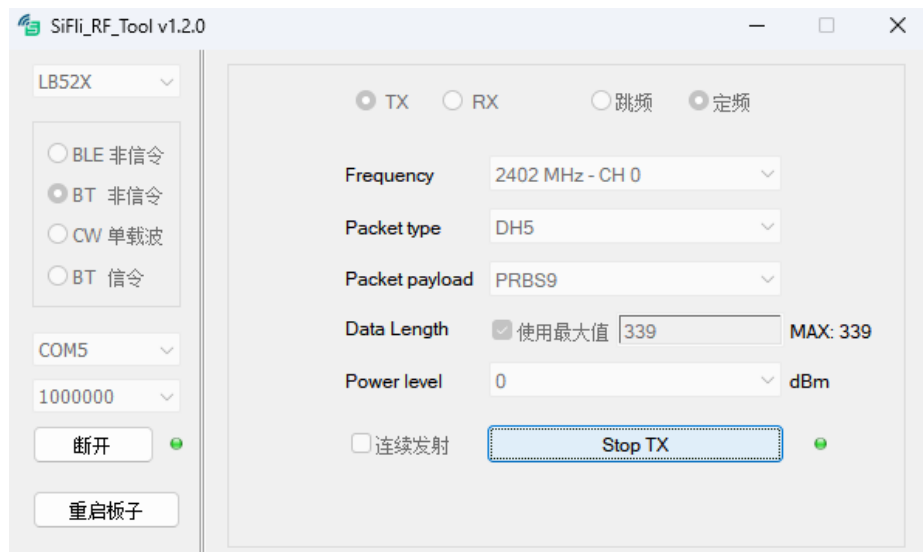

图 3-3
- 点击连接。连接成功后，状态指示灯会变为绿色，如图 3-3